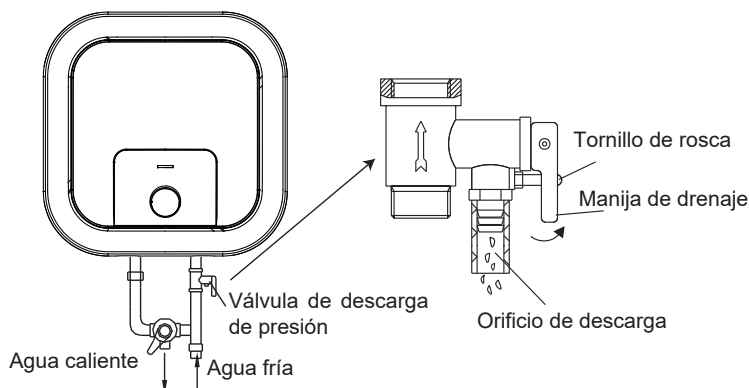

Figura 1
- La válvula de descarga de presión que viene con el termocalefón, debe ser instalada en la entrada de agua fría de este aparato (ver Figura 1), asegúrese de no exponerla al vapor. El agua puede derramarse de la válvula de descarga de presión, por lo tanto el tubo de escape debe abrirse en un costado; la válvula de descarga de presión se debe revisar y limpiar regularmente, de tal modo a prevenir cualquier tipo de obstrucción.
- Aflojar el tornillo de rosca en la válvula de seguridad multifuncional, y levantar la manija de drenaje hacia arriba (ver Figura 1) para desagotar el agua del tanque interno.